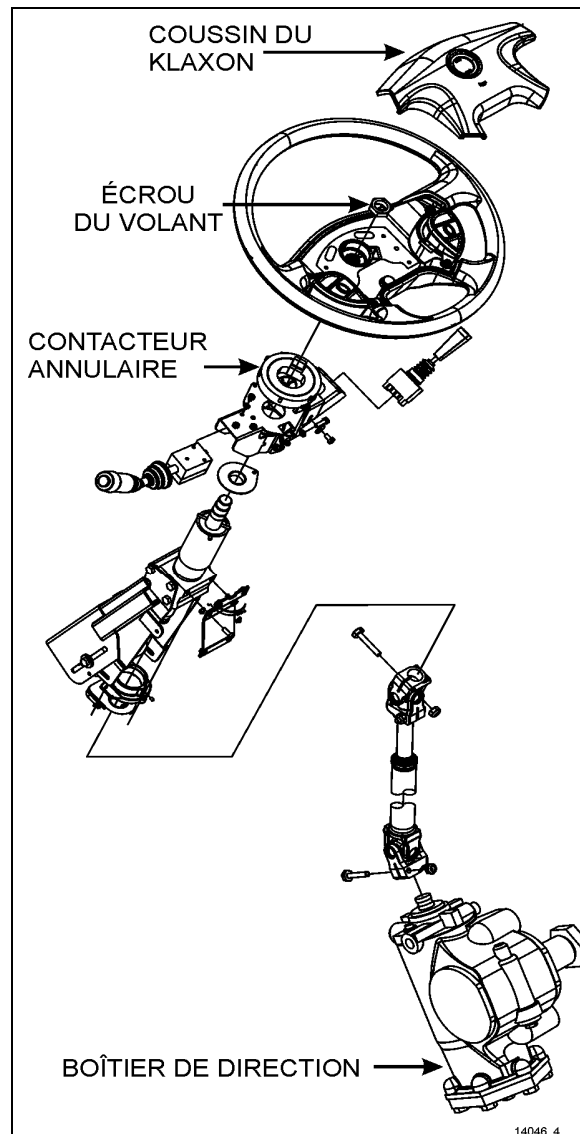
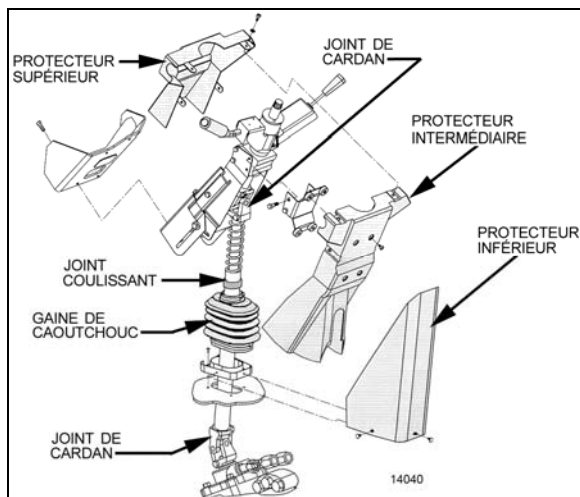

FIGURE 9 : COLONNE DE DIRECTION
FIGURE 10 : COUVERCLES DE COLONNE DE DIRECTION
Pour démonter la colonne de direction du véhicule, se reporter à Figure 9 & à la Figure 10. La colonne de direction ne possède pas de points de graissage. Le joint de cardan de la colonne de direction intérieur est aisément accessible à travers le compartiment de service avant. Le joint de cardan de colonne de direction supérieure et le joint coulissant de la colonne sont accessibles depuis la zone avant de conducteur. Pour accéder à ces joints, procéder comme suit :
- Depuis la zone avant du conducteur, enlever les trois fixations de plastique du couvercle inférieur de colonne de direction. Enlever le couvercle inférieur (Figure 10).